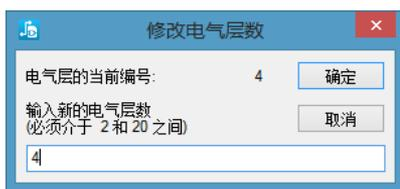

图 4-4 “修改电气层数”对话框
(2) 在“电气层”区域内单击“修改”按钮,系统就会打开如图 4-4 所示的“修改电气层数”对话框。此时,在文本框中输入新的板层数,本实例设置 4 层电气层的板,所以输入 4。